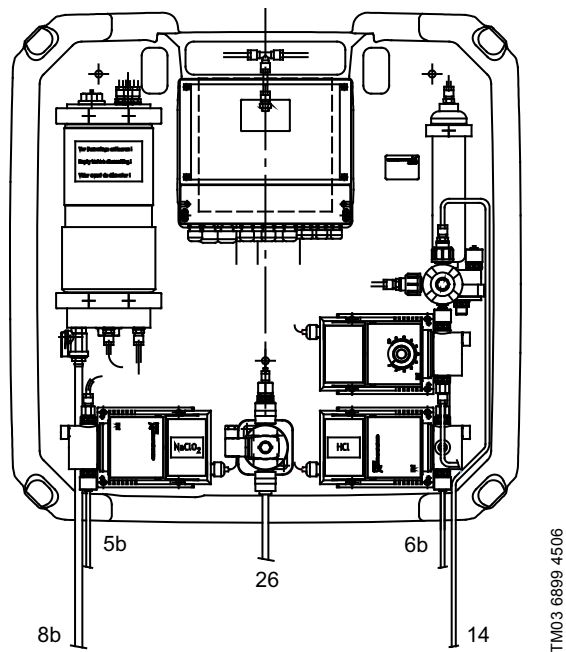

Рис. 15 Гидравлические соединения Oxiperm Pro OCD-162-5, -10
1. Присоедините всасывающую трубку соляной кислоты (красная метка) к штуцеру насоса соляной кислоты (красная метка) (см. рис. 15, поз. 6b).
5. Присоедините всасывающую линию NaClO₂ (синяя метка) к штуцеру насоса NaClO₂ (синяя метка) (синяя метка) (см. рис. 15, поз. 5b).
4. Подсоедините шланг к электромагнитному клапану (рис. 15, поз. 26).
1. Проведите шланг от многофункционального клапана на дозировочном насосе (рис. 15, поз. 14) к инжекционному клапану (в защитной трубке, проложенной заказчиком).
Подсоедините шланг к выпускному крану резервуара-накопителя (рис. 15, поз. 8b) только для промывки и деаэрации. См. раздел 5.19 Промывка.